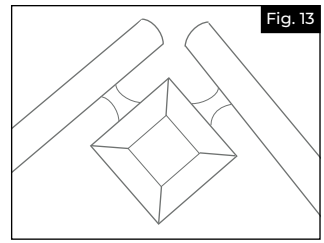

Fig. 13
- Assembler à sec les deux sections droites de la main courante. Les sections à unir doivent se prolonger suffisamment pour permettre le marquage et la coupe finale (Fig. 13).